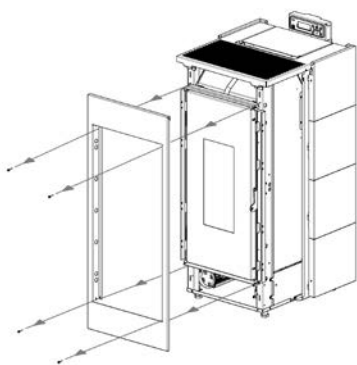

Fig. 38 - Verwijdering voorpaneel
- Verwijder het voorpaneel: draai de 4 schroeven los (zie **Fig. 38**).